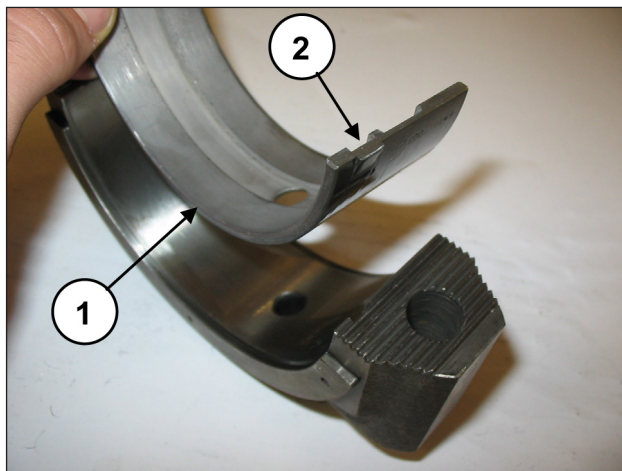
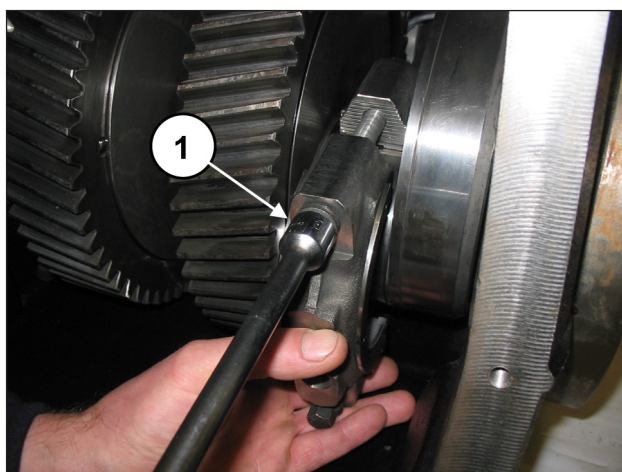

Рис. 83
Рис. 84
Установите нижние полуподшипники на головки (поз. ①, Рис. 83), при этом убедитесь, что контрольная шпонка половинок вкладышей подшипников попадает в специальный паз на крышке (поз. ②, Рис. 83). Прикрепите головки к половинкам шатунов винтами M12x1,25x87 (поз. ①, Рис. 84).